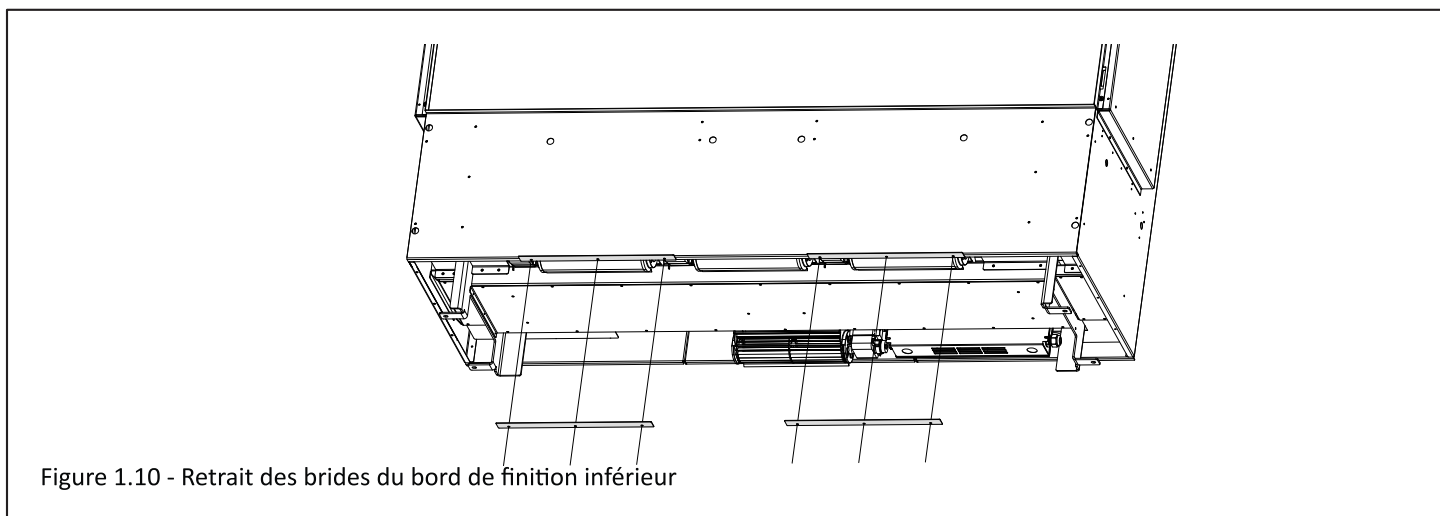

Figure 1.10 - Retrait des brides du bord de finition inférieur
Exigence n° 1 - Le foyer est fourni avec deux brides préinstallées au bord de finition inférieur du foyer, pour l'ouverture de prise d'air. Puisque vous déplacez l'ouverture de prise d'air à une position plus basse que le foyer, vous devrez retirer ces deux brides du bord de finition inférieur. Chaque bride est retenue par (2) vis à métal. Une fois ces brides retirées, vous pouvez en disposer. Voir la Figure 1.10.